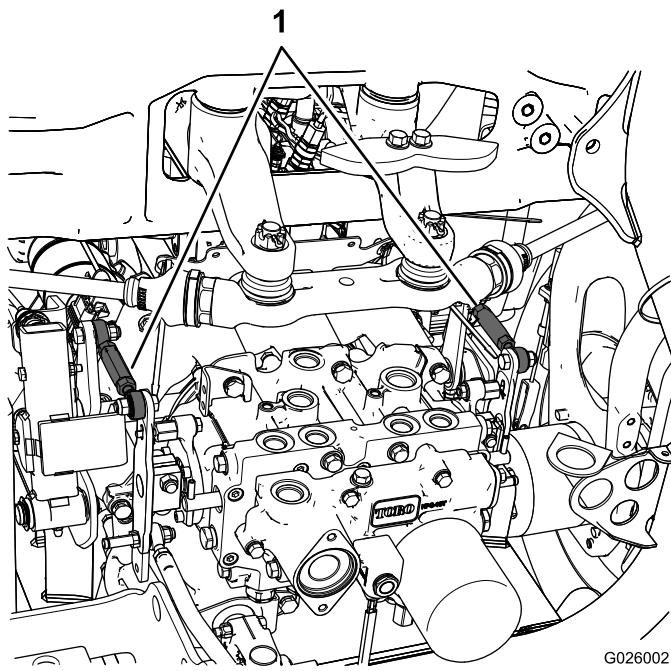

Рисунок 47
- Если вращается левое колесо, отпустите зажимную гайку на левой тяге управления трансмиссией (Рисунок 47).